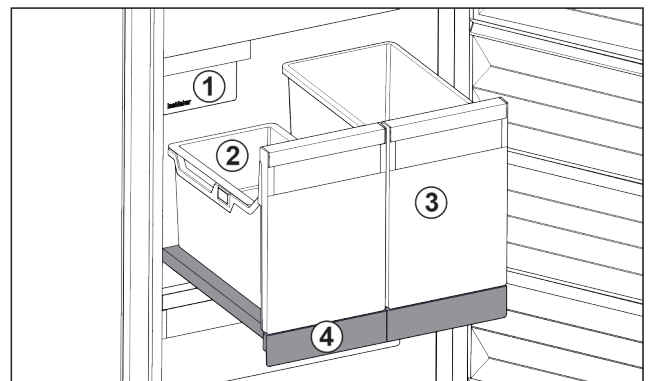

Fig. 83 Ripiano estraibile con IceTower
- (1) IceMaker
- (2) Vaschetta da agganciare per cubetti di ghiaccio
- (3) Contenitori ad es. per pizza, bevande alcoliche
- (4) Ripiano estraibile
Sul ripiano estraibile ci sono due contenitori alti (IceTower). I cubetti di ghiaccio dall'IceMaker vengono raccolti e conservati nel contenitore Fig. 83 (2). Il contenitore Fig. 83 (3) è adatto per conservare alimenti alti come pizze o bevande alcoliche.